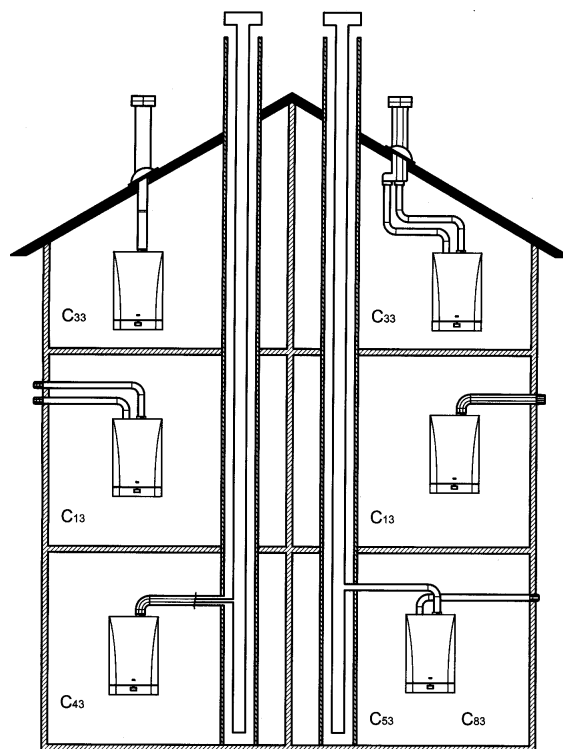

Figura 7
12.1 AGGIORNAMENTO DEL N° DI GIRI (RPM) DEL VENTILATORE IN FUNZIONE DELLE LUNGHEZZE DI SCARICO (ESEMPI FIGURA 7)